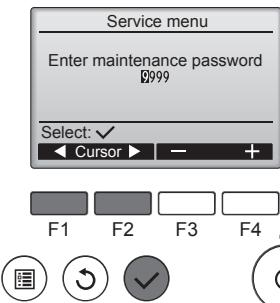

Fig. 7-3
- ① Выберите в Главном меню пункт "Service" (Сервисное обслуживание) и нажмите кнопку
- ② После выбора Сервисного меню появится окно ввода пароля. (Fig. 7-3)